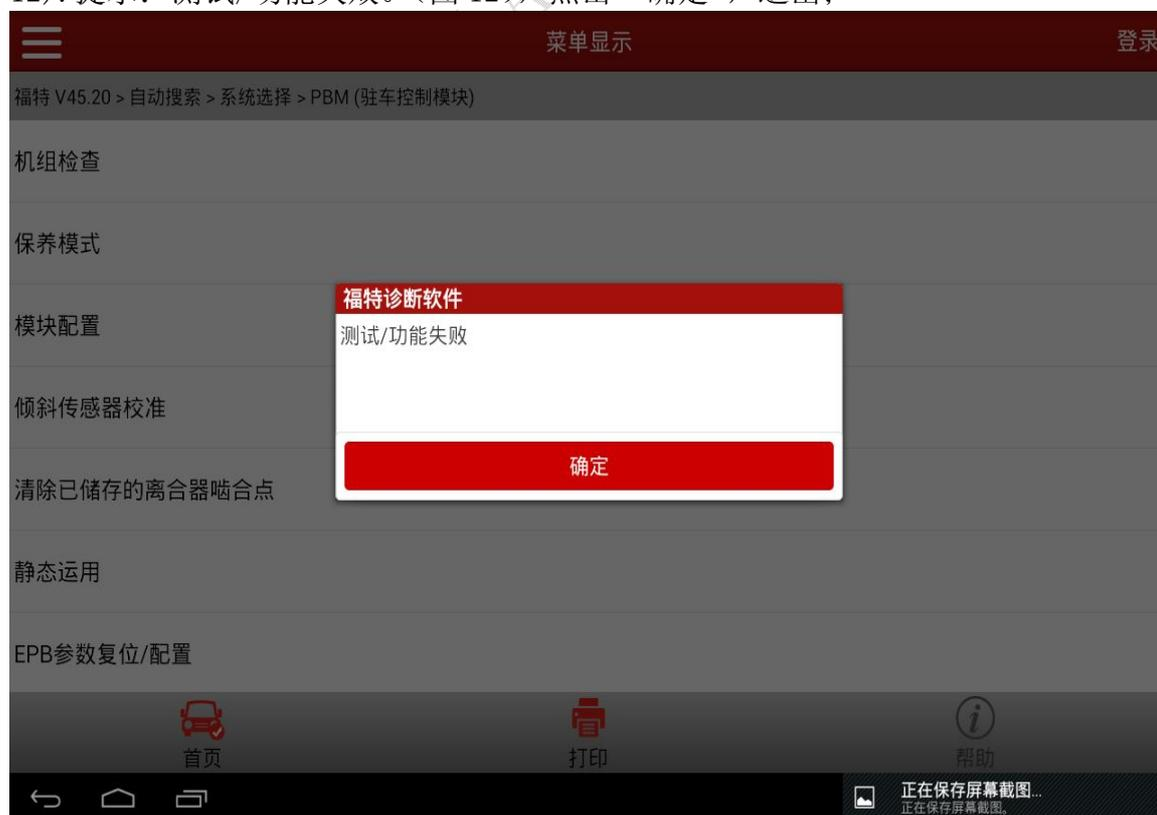

图 12
12). 提示：测试/功能失败。（图 12），点击“确定”，退出；